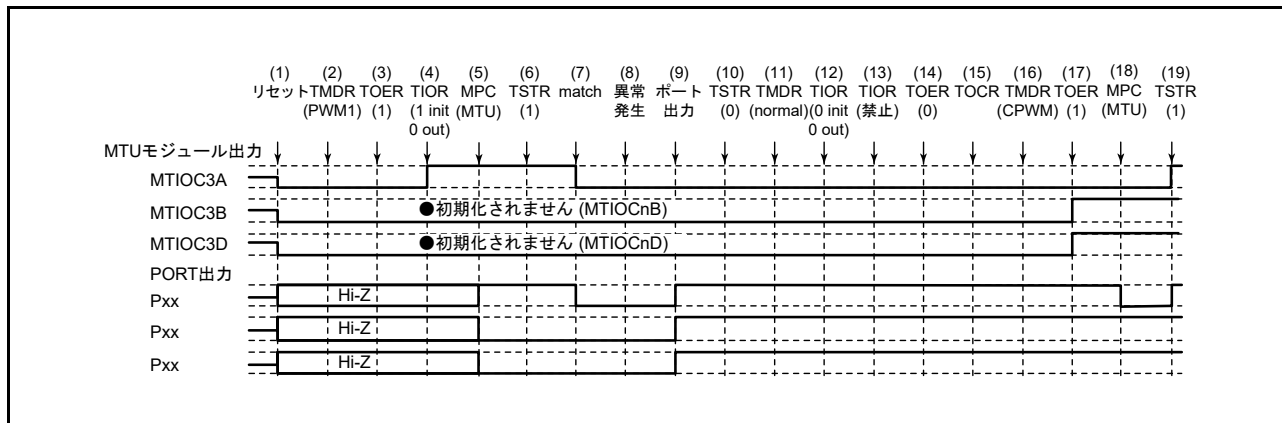

図 23.137 PWM モード 1 で異常が発生し、相補 PWM モードで復帰する場合
PWM モード 1 で異常が発生し、再設定後相補 PWM モードで再スタートする場合の説明図を図 23.137 に示します。
(1) ~ (14) は図 23.137 と共通です。
(15) TOCR レジスタでリセット同期 PWM モードの出力レベルと周期出力の許可 / 禁止を選択してください。
(16) リセット同期 PWM モードを設定します。
(17) TOER レジスタで MTU3、MTU4 の出力を許可してください。
(18) MPC と I/O ポートのポートモードレジスタ (PMR) で MTU 出力としてください。
(19) TSTR レジスタで再スタートします。